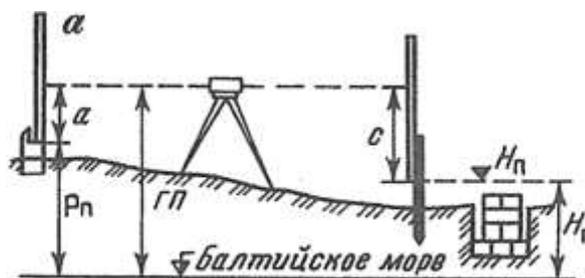

Рис. 1. Схема разбивки и контрольных высот фундамента
5. Выставьте проектную высоту верха фундамента на обноске (рис. 1), если высота репера $P_n = 35,107$, отсчет по рейке $a = 0761$, проектная высота фундамента $H_n = 33,285$.